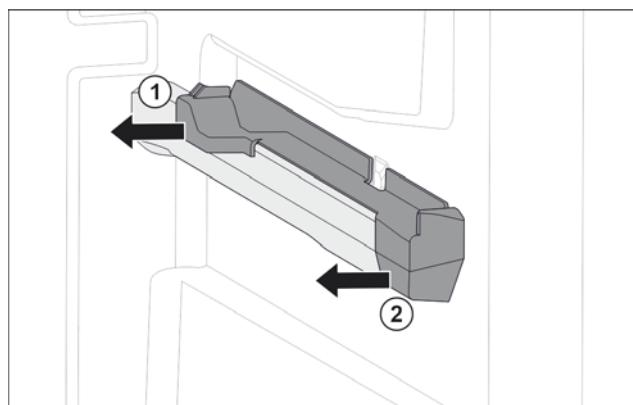

Fig. 50 Вставная часть на правом контейнерном ребре
- Отдвиньте вставную часть сзади в сторону. Fig. 50 (1)
- Отдвиньте вставную часть спереди в сторону. Fig. 50 (2)